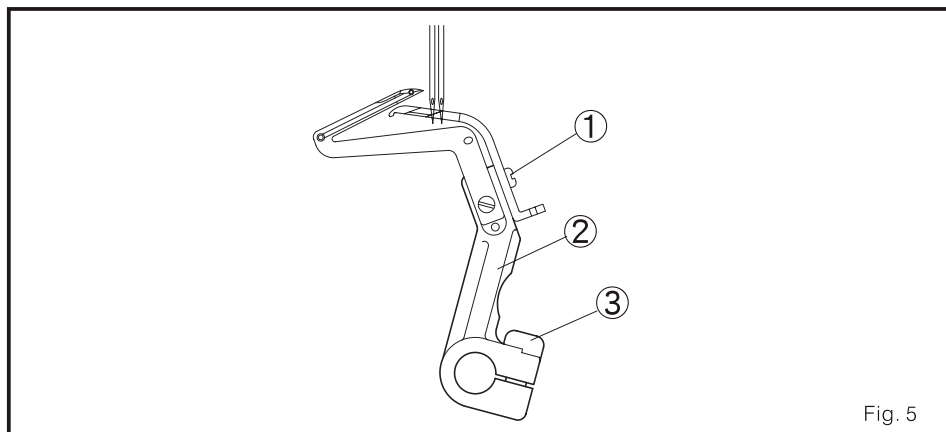

Fig. 5
(3) Quando ajuste, solte o parafuso C e mova o looper inferior que equilibra a barra D de atrás para frente para adquirir uma distância entre o looper inferior e a agulha de 0 mm ~0.05 mm., Depois solte o parafuso suavemente C e gira a alavanca, de forma que o looper inferior pode chegar ao ponto morto esquerdo. Também, o mova sutilmente do looper inferior B de esquerda à direita para corrigir a distância ao redor entre a extremidade do looper inferior e o centro da agulha esquerda 3.0 mm ~3.2 mm (padrão para quatro fios) Ajusta o parafuso C depois de confirmar os passos. (Fig. 5)